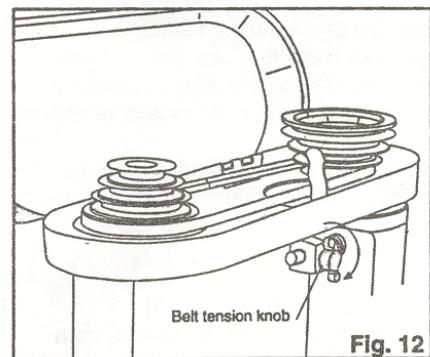

Fig. 12
3. Danach ziehen Sie den Motor nach dem Spindel und montieren Sie den Keilriemen um den richtigen Pulley für die richtige Geschwindigkeit (Fig. 12).